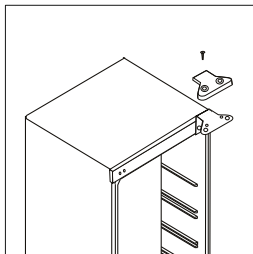

Рисунок 5
1. Отвинтите крышку петли (рис. 5).